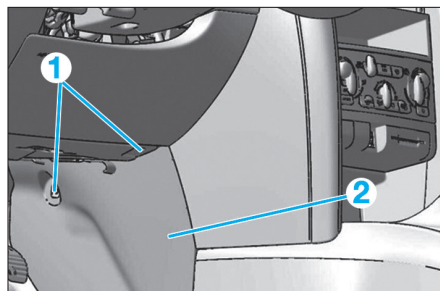

Fig. 10
- Déposer les agrafes (1), puis extraire le cache (2) (Fig.10).